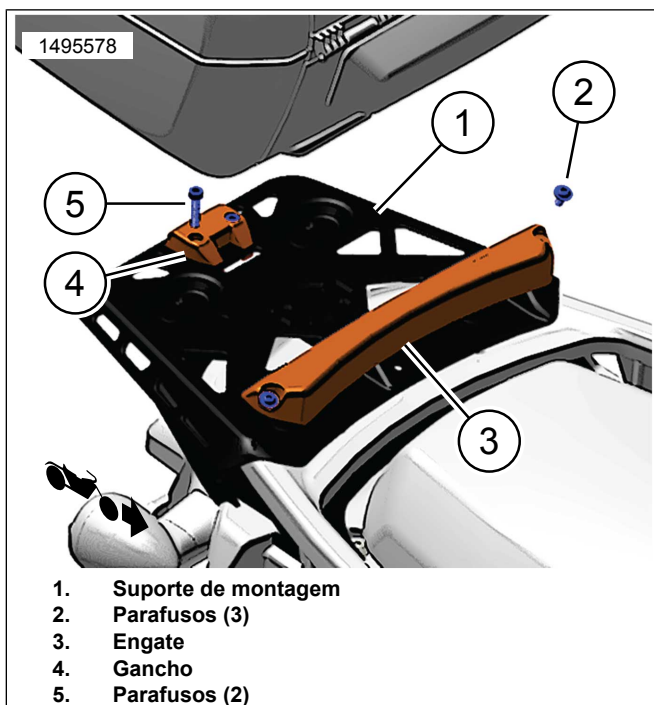
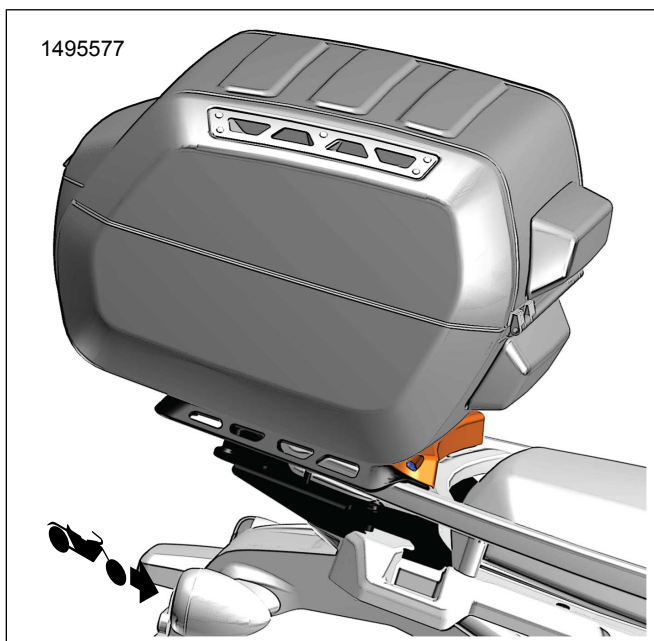

Figura 13. Kit de montagem (53000812)
Figura 14. Instalação do baú
1. Figura 13 Instale o kit de montagem no suporte de montagem.
- a. Instale a trava (3) com três parafusos (2) na frente do suporte de montagem (1). Aperte.
3. Veja Figura 13 e Figura 14 . Deslize o baú para a trava dianteira (3), balance para baixo até ouvir um clique no gancho traseiro (4) .